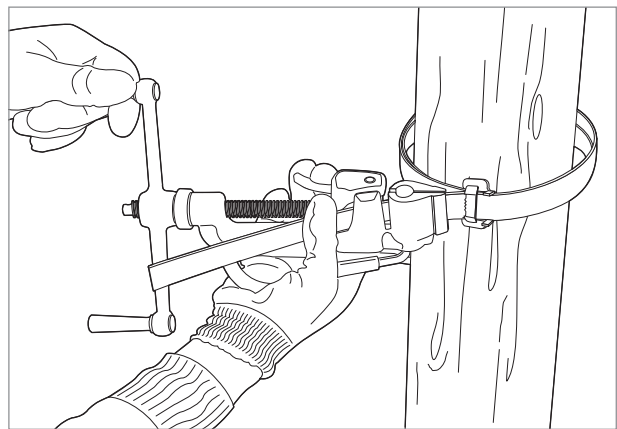
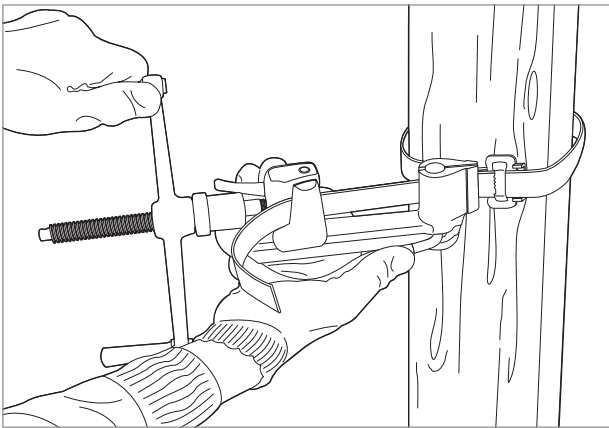

рис. 6
рис. 7
- После блокировки ленты в головке при помощи рукоятки (рис. 6) натяните ленту, вращая рукоятку до момента натяжения ленты вокруг опоры или столба (рис. 7).